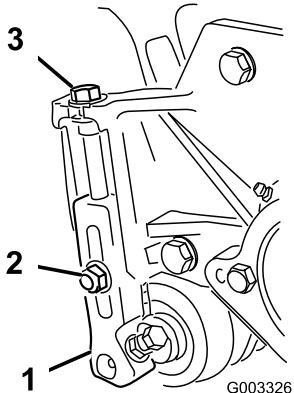

Figure 14
- Desserrez les contre-écrous qui fixent les bras de hauteur de coupe aux plaques latérales du plateau de coupe (Figure 14).